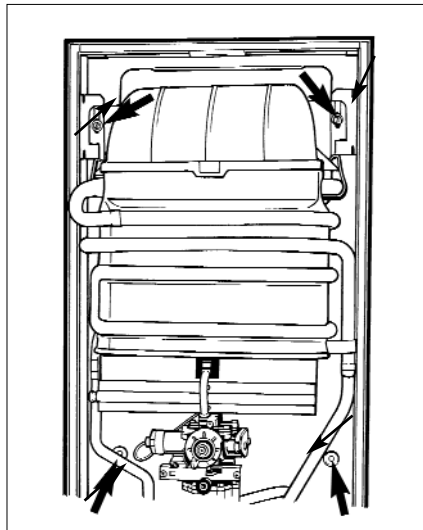

Fig.6
- utiliser le chauffe-bain comme gabarit de pose, afin de marquer les points de fixation, percer et cheviller le mur et placer les 2 pitons supérieurs en position (fig. 6).